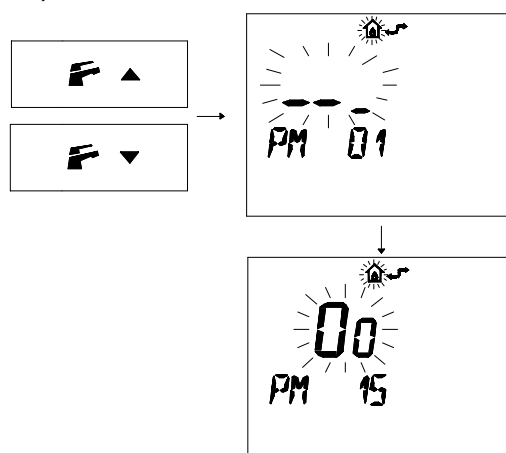

Figura 5.38
- Premere i pulsanti  o  per visualizzare la programmazione "PM15" abilitazione della sonda esterna (Figura 5.38 )